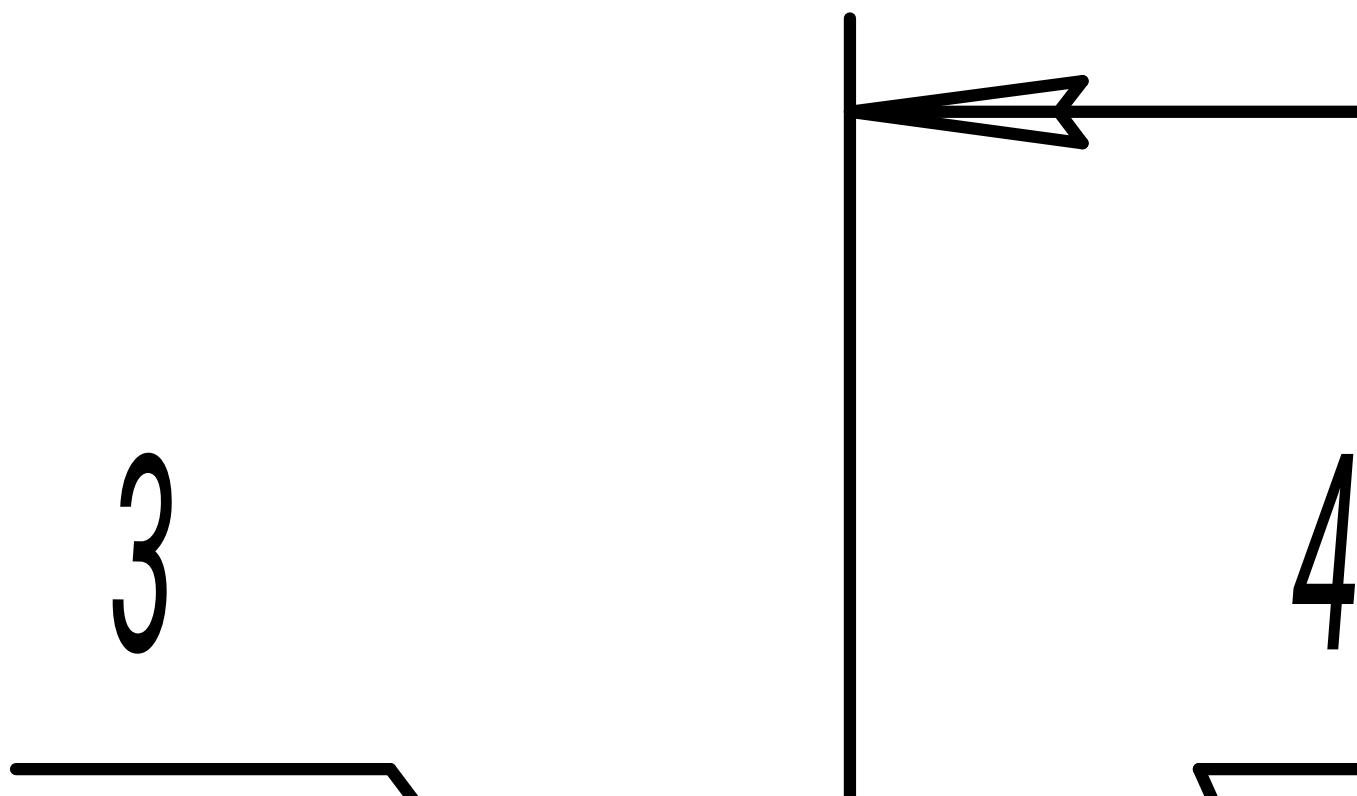

Рисунок 1 – Устройство водонагревателя
5.1 Водонагреватель (рисунок 1) состоит из резервуара 1 и панели 7, закрепленных на каркасе 2, и облицовки 8.
Для этого отверните пробки 5 (рисунок 1). Когда вода сольется, заверните нижнюю пробку, а через верхнее отверстие заполните резервуар очищающим раствором (Антинакипин, Адипинка и т.п.). Вместимость резервуара 5,5 л. После выдержки в растворе промойте резервуар, открутив нижнюю пробку.